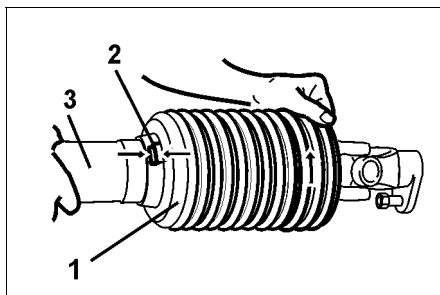

Fig. 25
- Vrid tratten (Fig. 25/1) i monteringsposition (Fig. 25/2)
- Tag av skyddshöljet (Fig. 25/3)